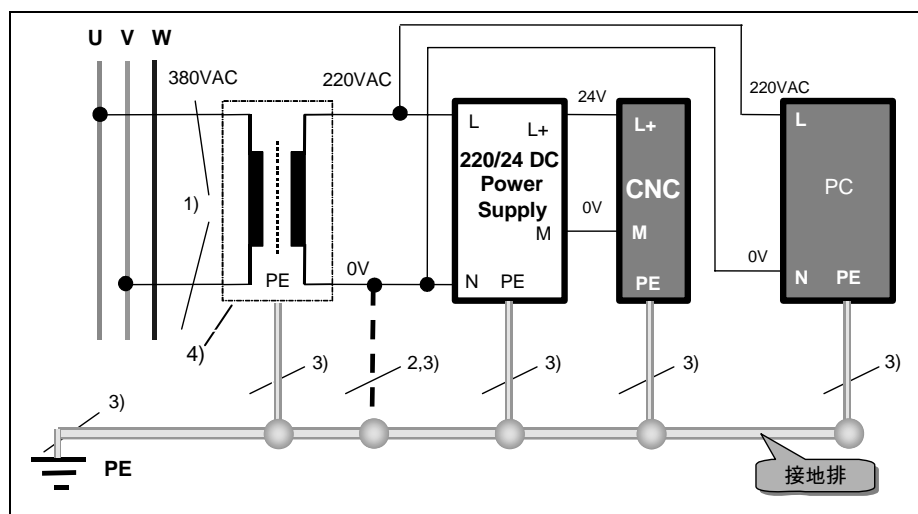

图 2-1 控制变压器
- 10) 现场没有良好接地的情况下, 控制变压器必须为浮地设计, 但此时任何与 CNC 控制器连接的外设(如 PC/PG), 其 220VAC 电源必须连接到控制变压器, 参见图 2-1。
电柜中必须采用独立的控制变压器，给系统的 24VDC 供电。控制变压器接线如图 2-1 所示。